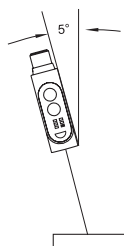

Abb. 6 Reflektierendes Objekt
- Bei stark reflektierenden oder glänzenden Objektoberflächen den Sensor um ca. 5 ° zur Objektoberfläche neigen. (Abb. 6).